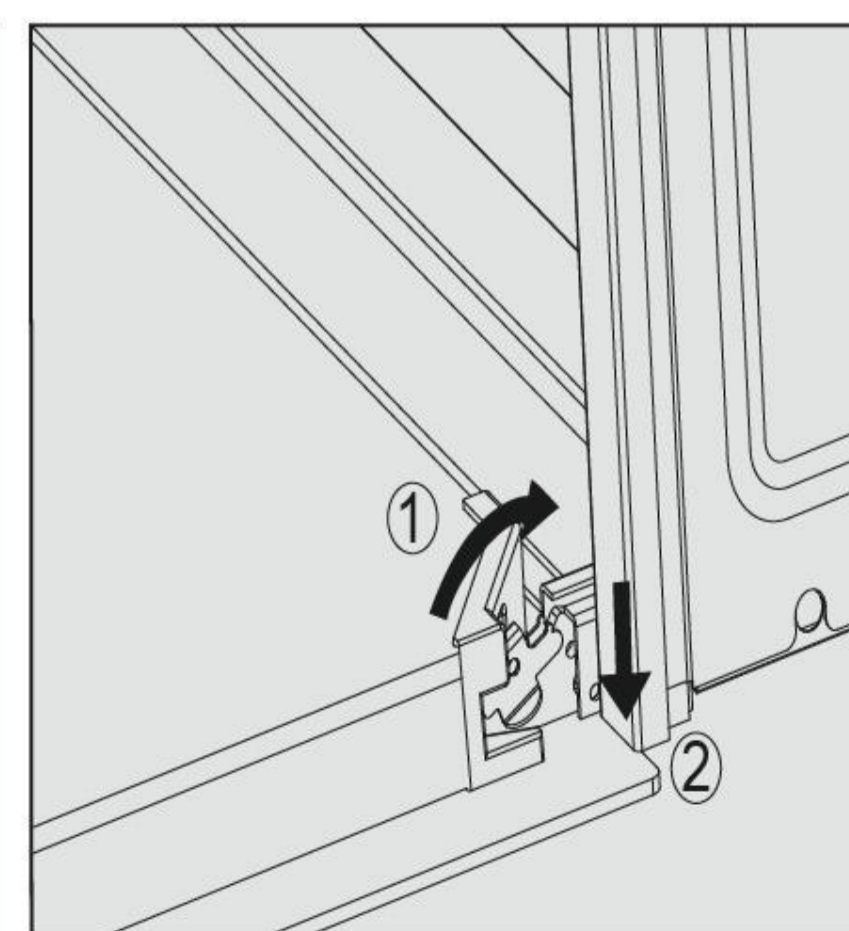

图.5
- 翻转回两个锁紧夹，直至翻不动并且处于水平位置为止（图5）。